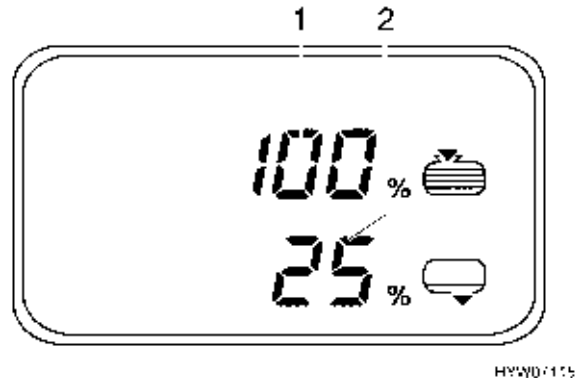

Bild 103 Tank-Menü
- Taste (Bild 99,9) drücken: das Tank-Menü (Bild 103) erscheint.
- Füllstand des Frischwassertanks (Bild 103,1)
- Füllstand des Abwassertanks (Bild 103,2)
Das Tank-Menü erscheint und das entsprechende Symbol blinkt, wenn der Frischwassertank leer oder der Abwassertank voll ist. Zusätzlich blinken das Alarm-Symbol und die entsprechende Prozentangabe (Bild 103,1 oder 2).